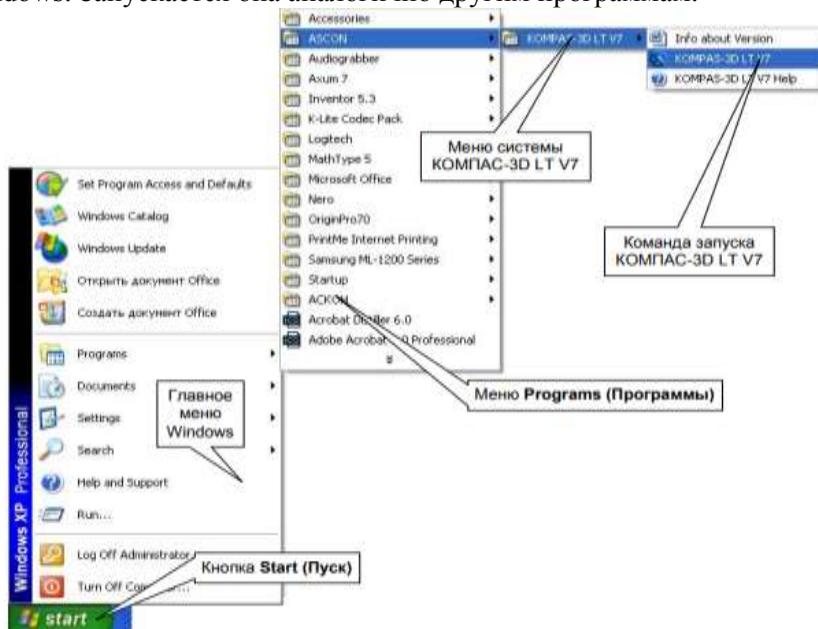

Рисунок 1. Интерфейс системы
- Нажмите кнопку **Start** (или **Пуск** в русскоязычной версии Windows), которая расположена в левом нижнем углу экрана (рис. 1).